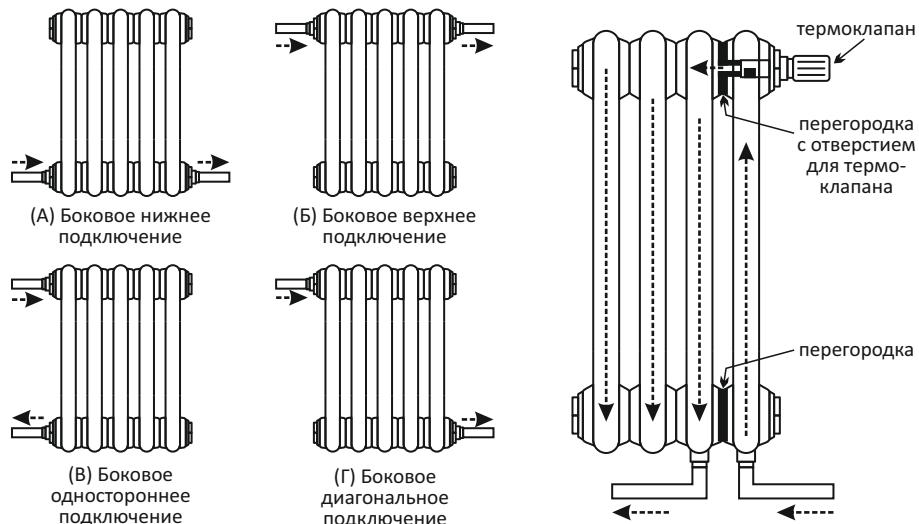

Рисунок 4 -
1.2. Радиатор симметричен и имеет четыре сквозных выхода со всех сторон, через любое из которых возможно подключение к системе отопления. Радиаторы выпускаются с боковым и нижним подключением к системе отопления (для однотрубных и двухтрубных систем отопления). Резьбовые отверстия в проходных пробках G3/4". Виды подключений указаны на рис. 4 и рис. 5.